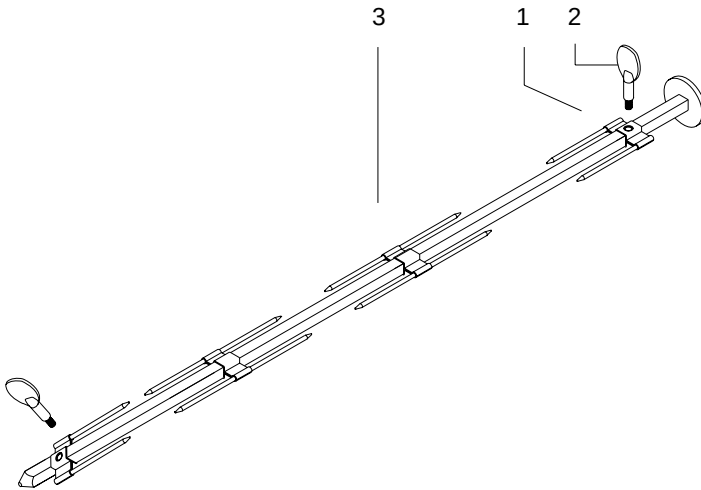

Fig.5
- a) Placez le pic simple (1) sur la broche (3) jusqu'à ce qu'il arrive sur l'arrêt de celle-ci et fixez le avec la vis (2) Fig.5
- b) Placez ensuite le poulet sur la broche en le fixant avec le pic placé avant introduisez sur la broche en pic double (4) et un poulet, répétez cette opération jusqu'au chargement de la broche et placez en dernier un pic simple et fixer le avec sa vis.